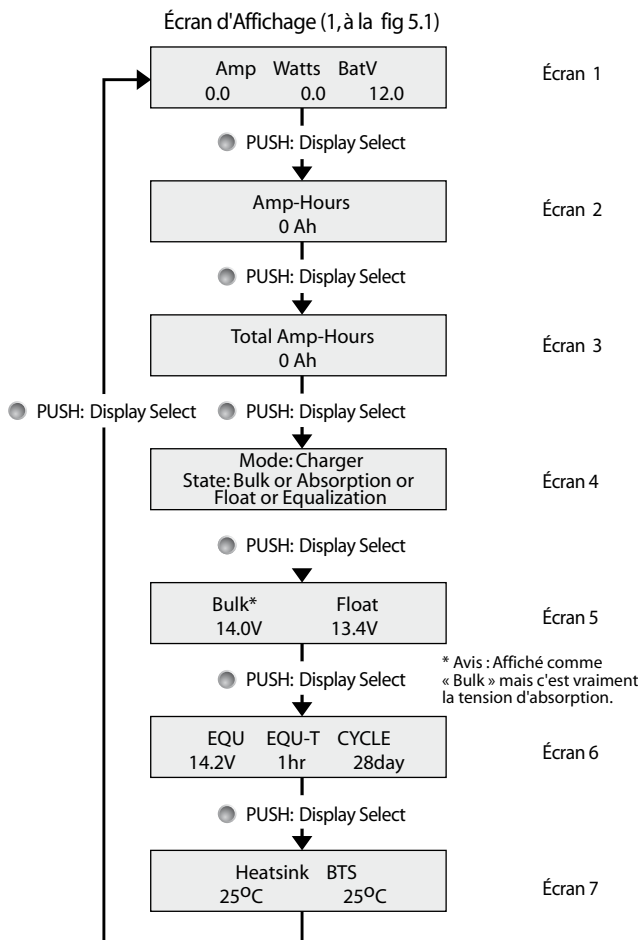

Fig. 5.3. Écran d'Affichage ACL
- Écran 4 ACL (la Fig 5.3) affiche « State: Equalization » en permanence tant que l'étape d'Égalisation transition à l'étape de Maintien.
- Écran 6 (la Fig 5.3) affiche le point de réglage d'Égalisation (sous EQU), la durée d'Égalisation (sous EQU-T) et la période de 28 jours (Sous CYCLE) en toute déférence à un 6 options de type de batterie qui a été sélectionné à l'aide des interrupteurs DIP 2, 3, 4 la (Fig 5.2 et le Tableau 6.1)
Pendant cet étape, l'écran ACL 4 (la Fig 5.3) affiche « State: Equalization ». L'écran 1 (La Fig 5.3) montre la vraie tension de borne de la batterie sous « BatV ». Cette tension serait moins que le point de réglage programmé qui est affiché à l'écran 6 (la Fig 5.3) sous "EQU".
Remarque: Même que le chargeur est dans l'Étape de Masse, l'Écran 4 (la Fig 5.3) affiche « State: Equalization » PAS « State: Bulk. »
Pendant Cet Étape, L'écran ACL 4 (La Fig 5.3) affiche « State: Equalization ». L'écran ACL 6 affiche les paramètres d'Égalisation programmé. L'écran ACL 1 (La Fig 5.3) montre le point de réglage de tension d'égalisation programmé « Ve » affiché sur l'écran sous « BatV ».
Remarque: Pendant l'étape d'égalisation, si le courant de charge est plus grand qui le courant du panneau solaire, la tension de batterie va baisser. Si la tension de batterie baisse jusqu'à environ 1V en-dessous du point de réglage de tension d'égalisation « Ve » pour environ 1 min, le contrôleur retourne à l'étape de Masse. Le Cycle de Service MLI est changé à 100%. L'écran ACL 4 (La Fig 5.3) va toujours indiquer « State: Equalization » et A DEL de Statut sur la plaque frontale va continuer à stable en Orange. Il va retourner à la MLI quand la tension de batterie atteint le point de réglage de tension d'égalisation « Ve » est peut-être soutenu pour une période minimale d'environ 50 à 55 sec.
Pendant cet étape, l'écran ACL 4 la (Fig 5.3) affiche « State: Float ». L'écran 5 (la Fig 5.3) affiche le point de réglage de tension de Maintien (Affiché sur l'écran sous « Float »)
REMARQUE: Pendant l'étape de Maintien, si le courant de charge est plus grand qui le courant du panneau solaire, la tension de batterie va baisser. Si la tension de batterie baisse jusqu'à environ 1V en-dessous du point de réglage de tension de maintien « Vf » continu pour environ 1 hour, le contrôleur retourne à l'étape de Masse. Le Cycle de Service MLI est changé à 100% et l'écran ACL 4 (La Fig 5.3) change à « State: Bulk ».
Affichage (3, à la Fig 5.1)	Poussez pour changer l'écran d'affichage ACL (Voir la Fig. 5.3) Poussez et tenez pour réinitialiser les Ampère-Heures.
L'affichage ACL (1, à la Fig. 5.1) est un affichage de 2 lignes, 16 caractères à rétro éclairage. Le retroéclairage s'ARRÊTE après 5 mins et se remet EN MARCHÉ quand n'importe bouton est poussé. Le poussoir marqué «PUSH Display Select » et « Hold – Reset AMP-Hours » (3, à la Fig. 5.1) est utilisé pour manipuler les fonctions ACL. Chaque fois que le poussoir est appuyé, ça va faire défiler l'affichage. La séquence de défilement est montré à la Fig.5.3. Veuillez noter que les 7 écrans sont séquentiels, donc ils sont affichés dans une boucle continue : 1-2-3-4-5-6-7-1-2-3 et ainsi suite (Voir la Fig. 5.3, à la page). Quand les écrans 2 à 7 sélectionnés, ils seront affichés pendant 15 minutes, et puis retourneront à l'écran 1 (l'écran par défaut). L'information détaillée fournie sur les écrans ACL (la Fig 5.3, à la page)est indiquée ci-dessous :
- Dès que la Batterie (+) est branché, la DEL de Statut (2, à la Fig .1) serait allumé (Orange) et le message « Welcome to Samlex Solar 1.0 » serait affiché pour environ 3 à 5 sec. Après, la DEL va clignoter en Vert & l'Écran 1 (Fig 5.3) serait affiché: Amp 0.0; Watt 0.0; BatV = "the battery voltage.